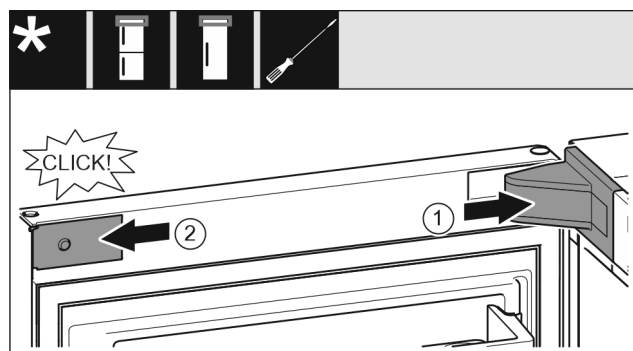

Fig. 28
- ▶ Mettre en place le cache du support de palier Fig. 28 (1) et l'enclencher. Au besoin, l'écartier avec précaution.
- ▶ Placer le cache Fig. 28 (2) sur le côté et l'enclencher.